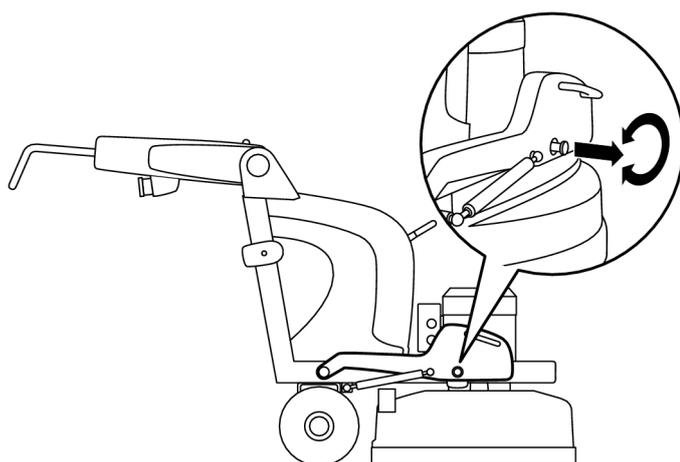

Figura 4-5. Pesi ripiegati in avanti
- Estrarre le singole coppie e bloccarle ruotandoli nella direzione indicata dalla freccia, vedere Figura 4-5, pagina 19.
Per aumentare la pressione di levigatura, e quindi l'azione della macchina, i pesi devono essere ripiegati in avanti, vedere Figura 4-5, pagina 19.